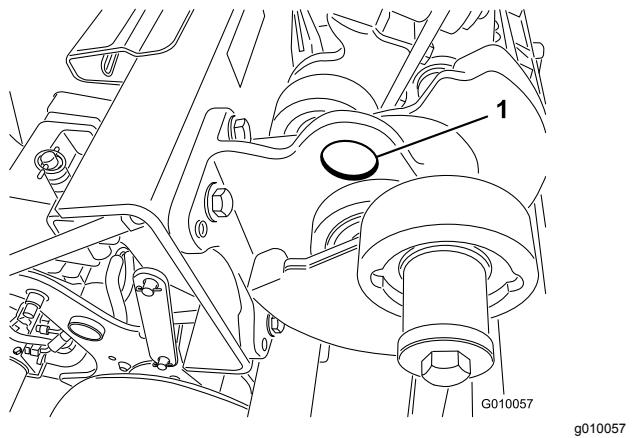

Figure 40
**Remarque:** Utilisez un pont élévateur pour soulever l'arrière de la machine. Utilisez les œillets des logements de roulements de la tête d'aération comme points de levage (Figure 40)